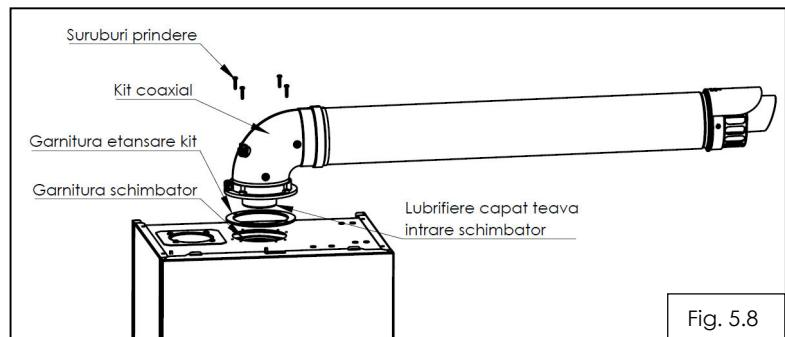

Fig. 5.8
Pentru instalarea facilă a kitului este necesar lubrificarea capatului cotului (4) la partea de intrare în centrală, utilizati numai apa sau sapun comercial standard. Lubrificarea este necesara pentru a nu deplasa garnitura de evacuare de pe schimbatorul principal de caldura (fig. 5.8).